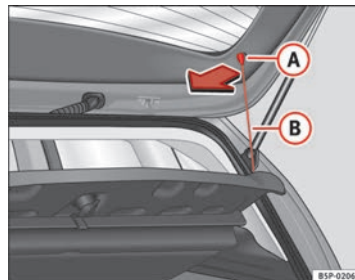

Abb. 123 Hutablage
- Hängen Sie die Streben ⇒ Abb. 123 **B** aus den Aufnahmen **A** aus. ▶